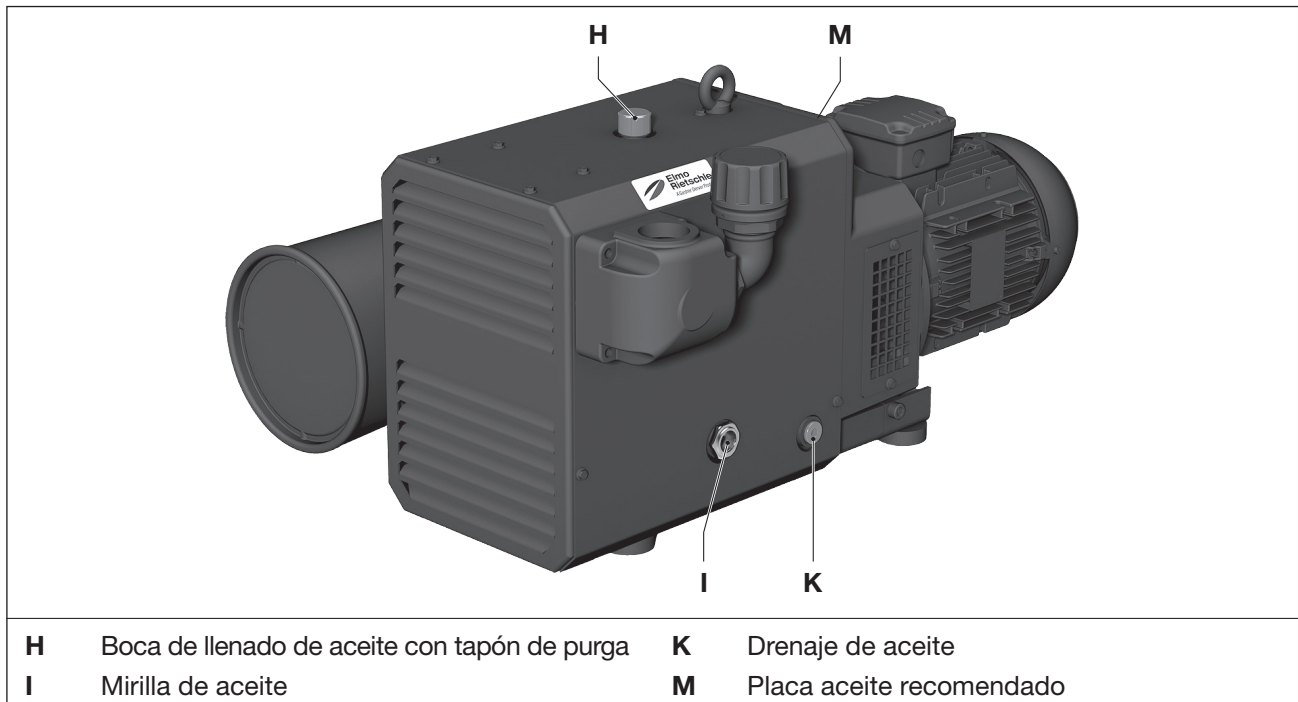

Fig. 7 Cambio de aceite
- Controlar el nivel de aceite a través de la mirilla (Fig. 7/I) mensualmente.
- Abrir el cierre de la boca de llenado de aceite (Fig. 7/H) y llenar de aceite hasta el borde superior de la mirilla (Fig. 7/I).
Para el funcionamiento, se recomienda emplear aceites de Elmo Rietschle (véase también la placa de aceites recomendados (Fig. 7/M)).
- b) Abrir el tornillo en la boca de llenado de aceite (Fig. 7/H), abrir el drenaje del aceite (Fig. 7/K) y dejar salir el aceite usado.
- c) Cerrar el drenaje del aceite (Fig. 7/K) y verter aceite nuevo en la boca de llenado de aceite (Fig. 7/H). Controlar el nivel de aceite a través de la mirilla (Fig. 7/I).
- d) Cerrar el tornillo en la boca de llenado de aceite (Fig. 7/H).